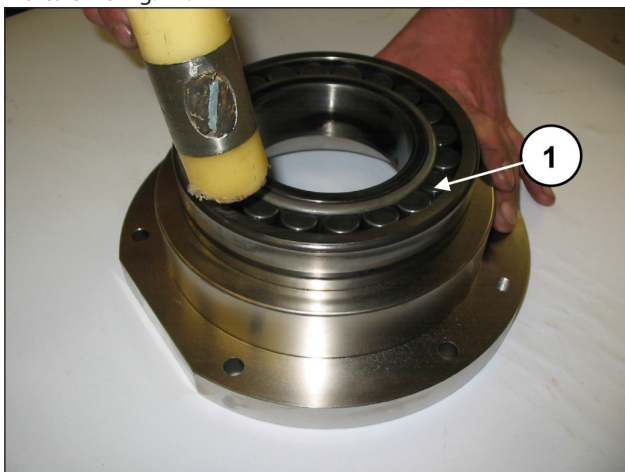
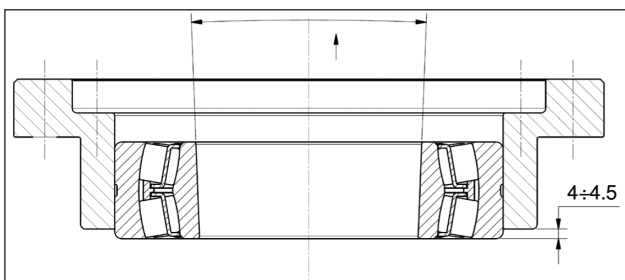

Fig. 70
Fig. 71
insertar el cojinete utilizando una herramienta de percusión (pos. ①, Fig. 70) hasta obtener una cota de 4 - 4.5 mm como se indica en la Fig. 71.
El cojinete de la Fig. 71 posee una anilla interna cónica. Comprobar que tanto la parte interna como la externa de la anilla sean cónicas, para permitir la introducción del casquillo.